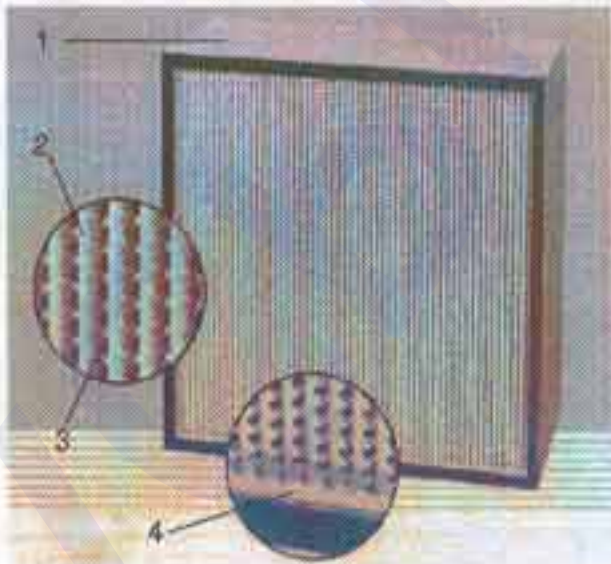
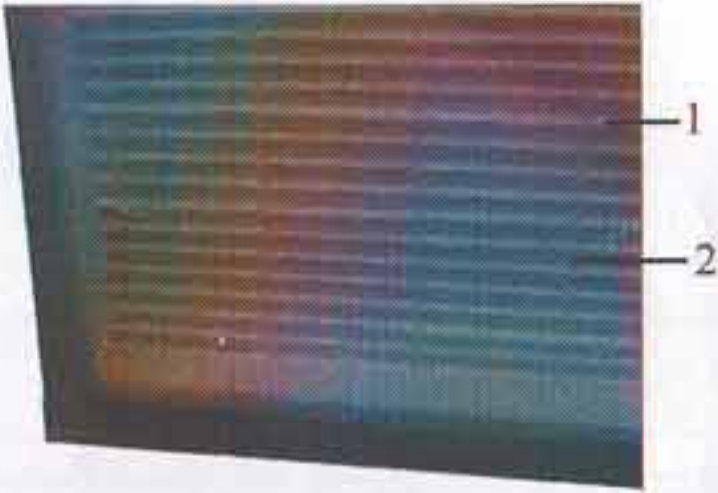

Рис.3.1. Фильтр с алюминиевыми сепараторами: 1-корпус; 2-фильтрующий материал; 3-сепараторы из алюминиевой фольги; 4-специальный герметик.
Рис.3.2. Фрагмент фильтра с нитевыми сепараторами: 1-наклеенные нити; 2-фильтрующий материал.
3.1. Фильтры ФяС (рис.3.1) состоят из корпуса 1, внутри которого складками уложен фильтрующий материал 2. Для предотвращения соединения соседних складок между ними прокладываются сепараторы из алюминиевой фольги 3 (рис.3.1), специальные нити 1 или клей-расплав, наносимые на поверхность фильтрующего материала 2 (рис.3.2).